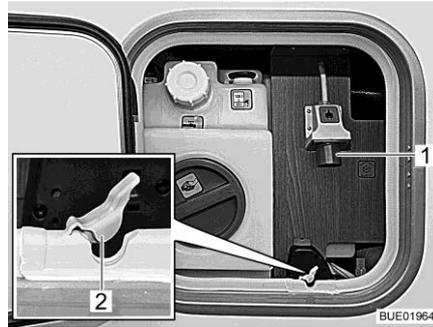

Fig. 188 Conexión de 230 V en el vehículo (con unidad de servicio)
- Abrir el sello (Fig. 188,2) del paso de cables.
- Enchufar el conector enchufable en la conexión de 230 V (Fig. 188,1) del vehículo.
- En la conexión (Fig. 188,1) del vehículo, desconectar el conector enchufable y quitar el cable de conexión.
- Introducir el sello (Fig. 188,2) del paso de cables en la escotadura de la junta de la trampillas de servicio.